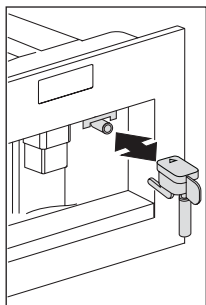

Abb. 13
- Für die erneute Verwendung des Geräts setzen Sie den Heißwasserauslauf ein (Abb. 13), sofern er sich noch nicht in Position befindet und drücken das ☐ Symbol (B9). Im Display erscheint: HEISSWASSER OK DRÜCKEN. Drücken Sie das ☐ Symbol (B9) innerhalb ein paar Sekunden und lassen Sie etwa 30 Sekunden lang Wasser aus dem Auslauf laufen. Wenn die Ausgabe stoppt, werden die Grundmodi wieder angezeigt.